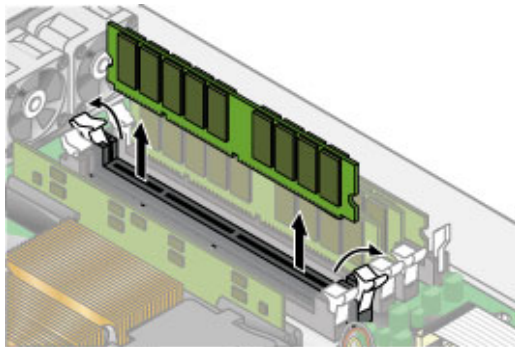

図 3-25 メモリーモジュールの取り外し
3. メモリーモジュールのソケットの両端の取り外しレバーを押し下げて、メモリーモジュールを取り外します (図 3-25 を参照)。